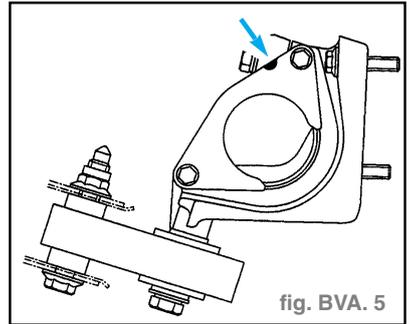

fig. BVA. 5
- Important** : L'encoche de la plaque de maintien du roulement palier relais, doit impérativement se trouver en haut. (fig. BVA. 5)